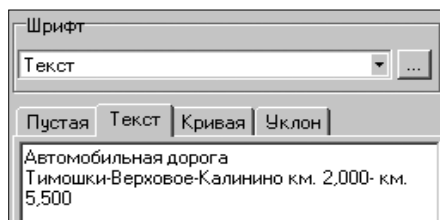

Рис. 21
- Выбирая ячейки таблицы, на вкладке **Текст** введите необходимый для каждой ячейки текст (рис. 21).